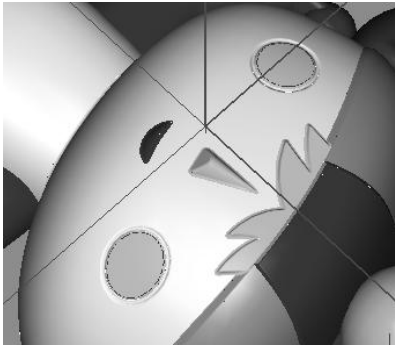
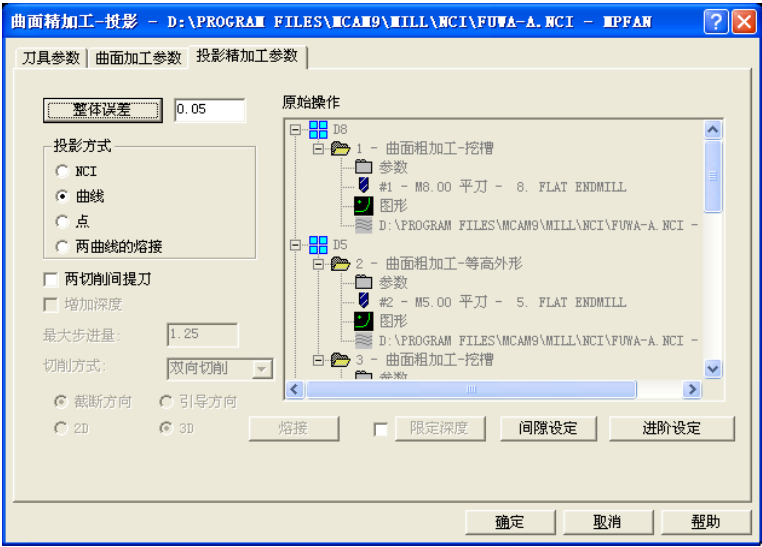
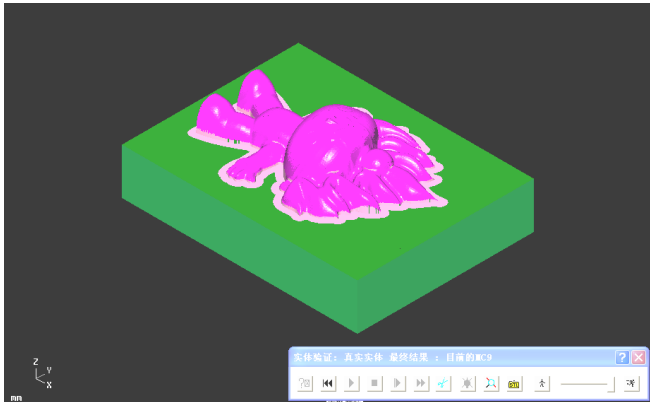

图 6-22 投影曲面与边界
图 6-23 投影精加工参数
图 6-24 福娃实体切削验证
8) 将颜色切换为“红色”，单击“绘图”“曲面曲线”“单一边界”，选择福娃两个眼睛所在的曲面，获得边界，如图 6-22 所示。选择“曲面精加工—投影”，刀具参数、参考高度、进给下刀位置等均同步骤 1)；设定加工的曲面/实体预存量：-0.1，曲面选择两个眼睛所在的曲面；在“投影精加工参数”选项卡中，投影方式点选“曲线”，选择刚才所获得的曲面边界，单击“整体误差”按钮，选择过滤的比率为 1:1，其余默认，如图 6-23 所示。设定工件毛坯 X80 Y60 Z30，工件原点 X0 Y0 Z0，实体验证效果如图 6-24 所示。将图形保存为“FUWA-A.MC9”文件。